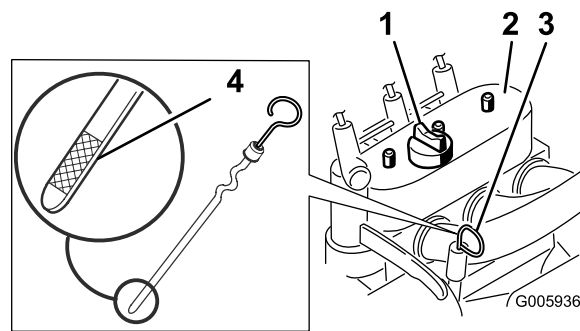

Рисунок 28
4. Очистите область вокруг измерительного щупа (Рисунок 28).
5. Вытяните масломерный щуп и вытрите металлический конец начисто (Рисунок 28).
6. Вставьте щуп в масломерную трубку до упора (Рисунок 28).
8. В случае низкого уровня масла очистите область вокруг крышки маслозаливной горловины и снимите крышку (Рисунок 28).
11. Снимите крышку маслозаливной горловины (Рисунок 28) и медленно залейте примерно 80% от указанного количества масла через крышку клапана.